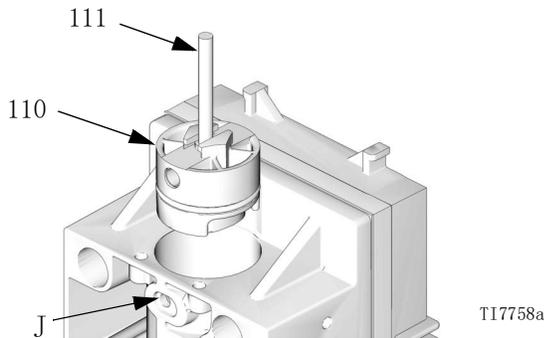

图 10: 卸下活塞止动销
3. 请参见图 10。将固定销 (111) 从各自的孔 (J) 中卸下。倒转销钉，将其头部推入活塞止动销 (110) 的槽内。用销钉将活塞止动销拉出。